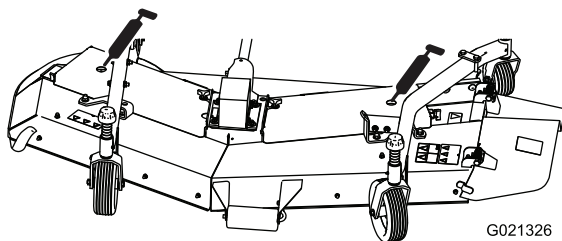

Figura 18
- Cuscinetti del fusello della lama - 2 (Figura 18)